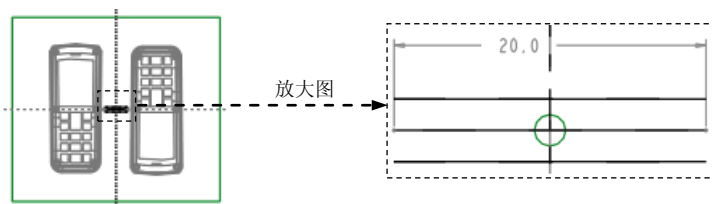

图 31.11 截面草图
Step6. 绘制截面草图。进入草绘环境后，选取 MOLD_FRONT 基准平面和 MOLD_RIGHT 基准平面为草绘参考；绘制图 31.11 所示的截面草图(即一条中间线段)。完成特征截面的绘制后，单击“草绘”操控板中的“确定”按钮 。